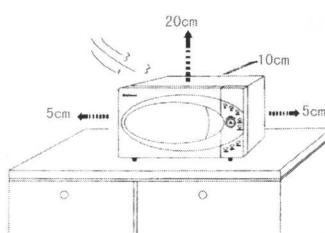

图 1-6 微波炉安装位置示意图
(5)微波炉两旁应与墙壁距离至少 5cm,炉背应与墙壁距离至少 10cm。如图 1-6 所示。